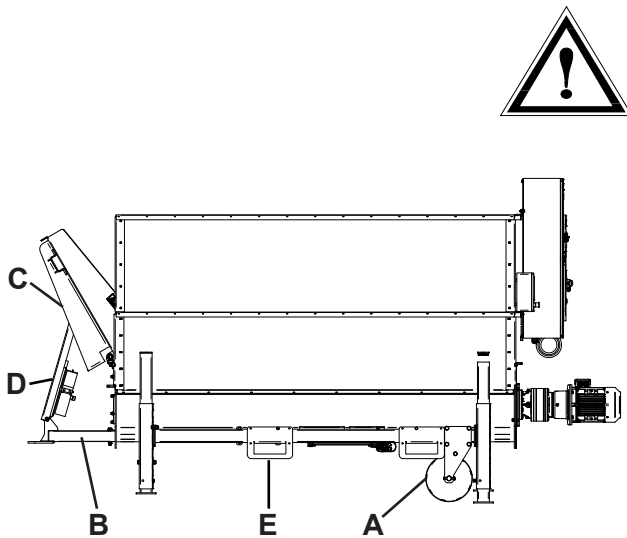

Fig. 8
- Maskinen kan løftes med truck. Egne fester (**E**) er montert på maskinen. **Se fig. 8.**
- Har maskinen innlastingsvippe, fjern støttetaget **(D) fig. 8** før transportdraget skyves inn. Skru fast boltene.